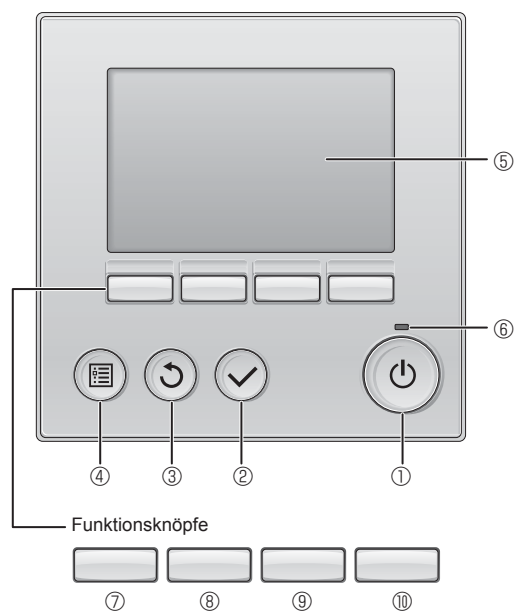

Fig. 7-2
7.3.1. Verwendung der verdrahteten Fernbedienung (Fig. 7-2)
① [EIN/AUS] Knopf